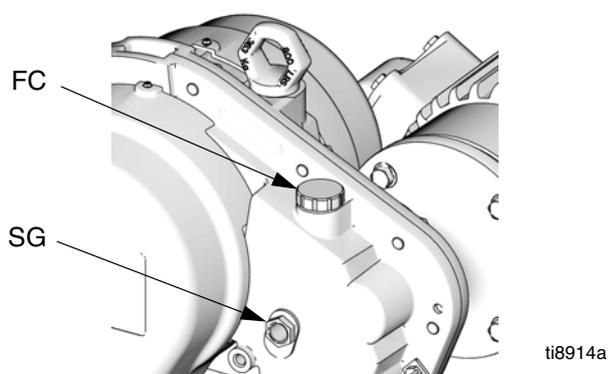

FIG. 6. Rabbocco dell'olio
Aprire il cappuccio di riempimento (FC) e riempire il serbatoio dell'olio del riduttore a ingranaggi con 2 quarti (1,9 litri) di Olio Graco 288414 (dodici bottiglie da 1 quarto). Controllare il livello dell'olio nella spia visiva (SG) sulla carcassa del riduttore a ingranaggi. Non riempire troppo. Vedere FIG. 6.